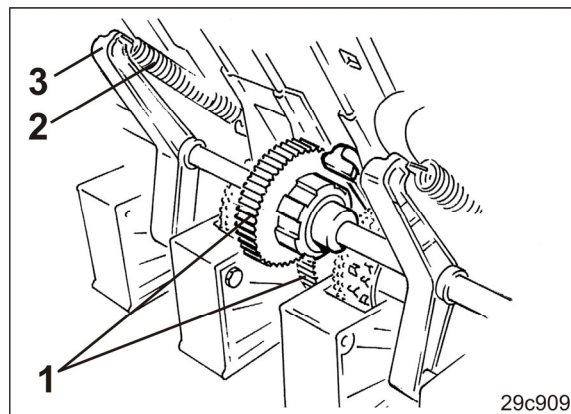

Fig. 245
8. Die Zähne (Fig. 245/1) der Vorgelegewellenkupplung und des Sägewellenstirnrads in Eingriff bringen.
9. Zugfedern (Fig. 245/2) an den Schwenklagern (Fig. 245/3) einhängen.